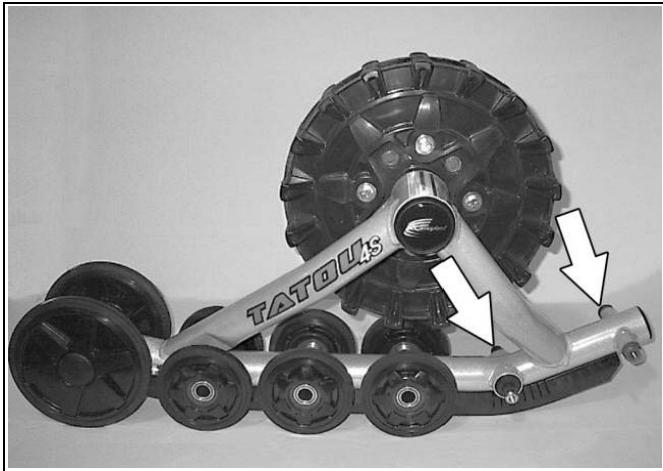

Abbildung 16
- Nehmen Sie die beiden 201-mm Laufräder, die am gegenüberliegenden Ende vom Kettenspanner angebracht sind, ab (siehe Abbildung 16).